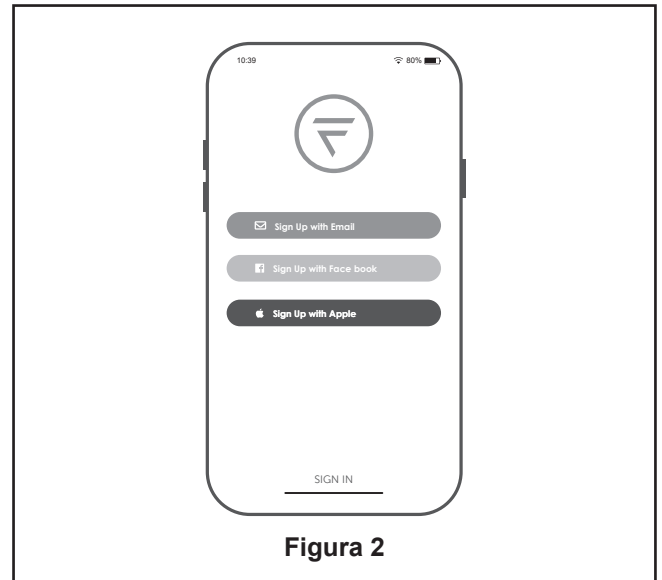

Figura 2
2. Cree su cuenta utilizando una de las tres opciones enumeradas. (Figura 2)